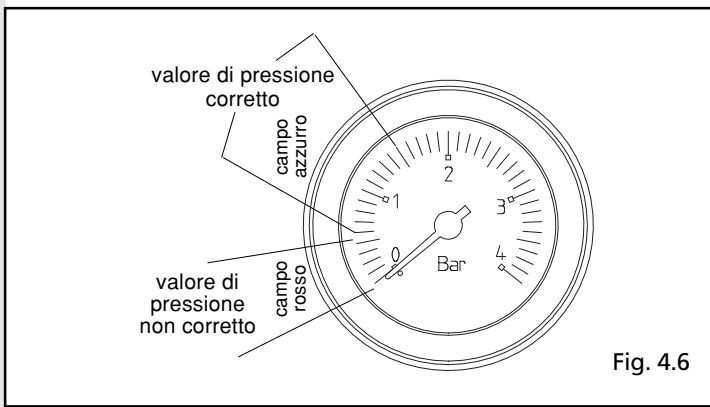
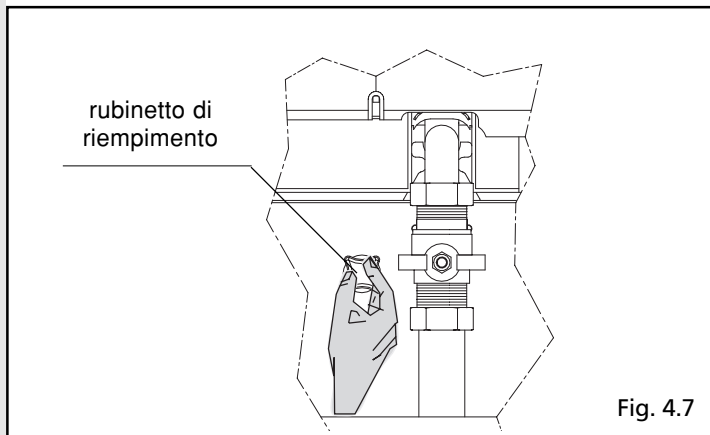

Fig. 4.6
Fig. 4.7
- verificare la pressione del circuito idraulico sull'idrometro (fig. 4.6); se è inferiore a 0,5 bar, riportare al valore corretto agendo sul rubinetto di riempimento (fig. 4.7).